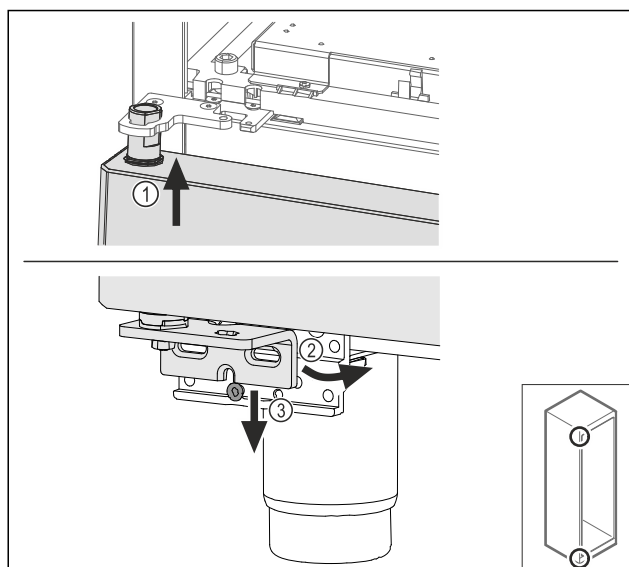

Fig. 64
- Lehce naklopená dvířka zasuňte nahoře Fig. 64 (1), dvířka narovnejte Fig. 64 (2) a nasadte je dole na šroub stojanu ložiska Fig. 64 (3).